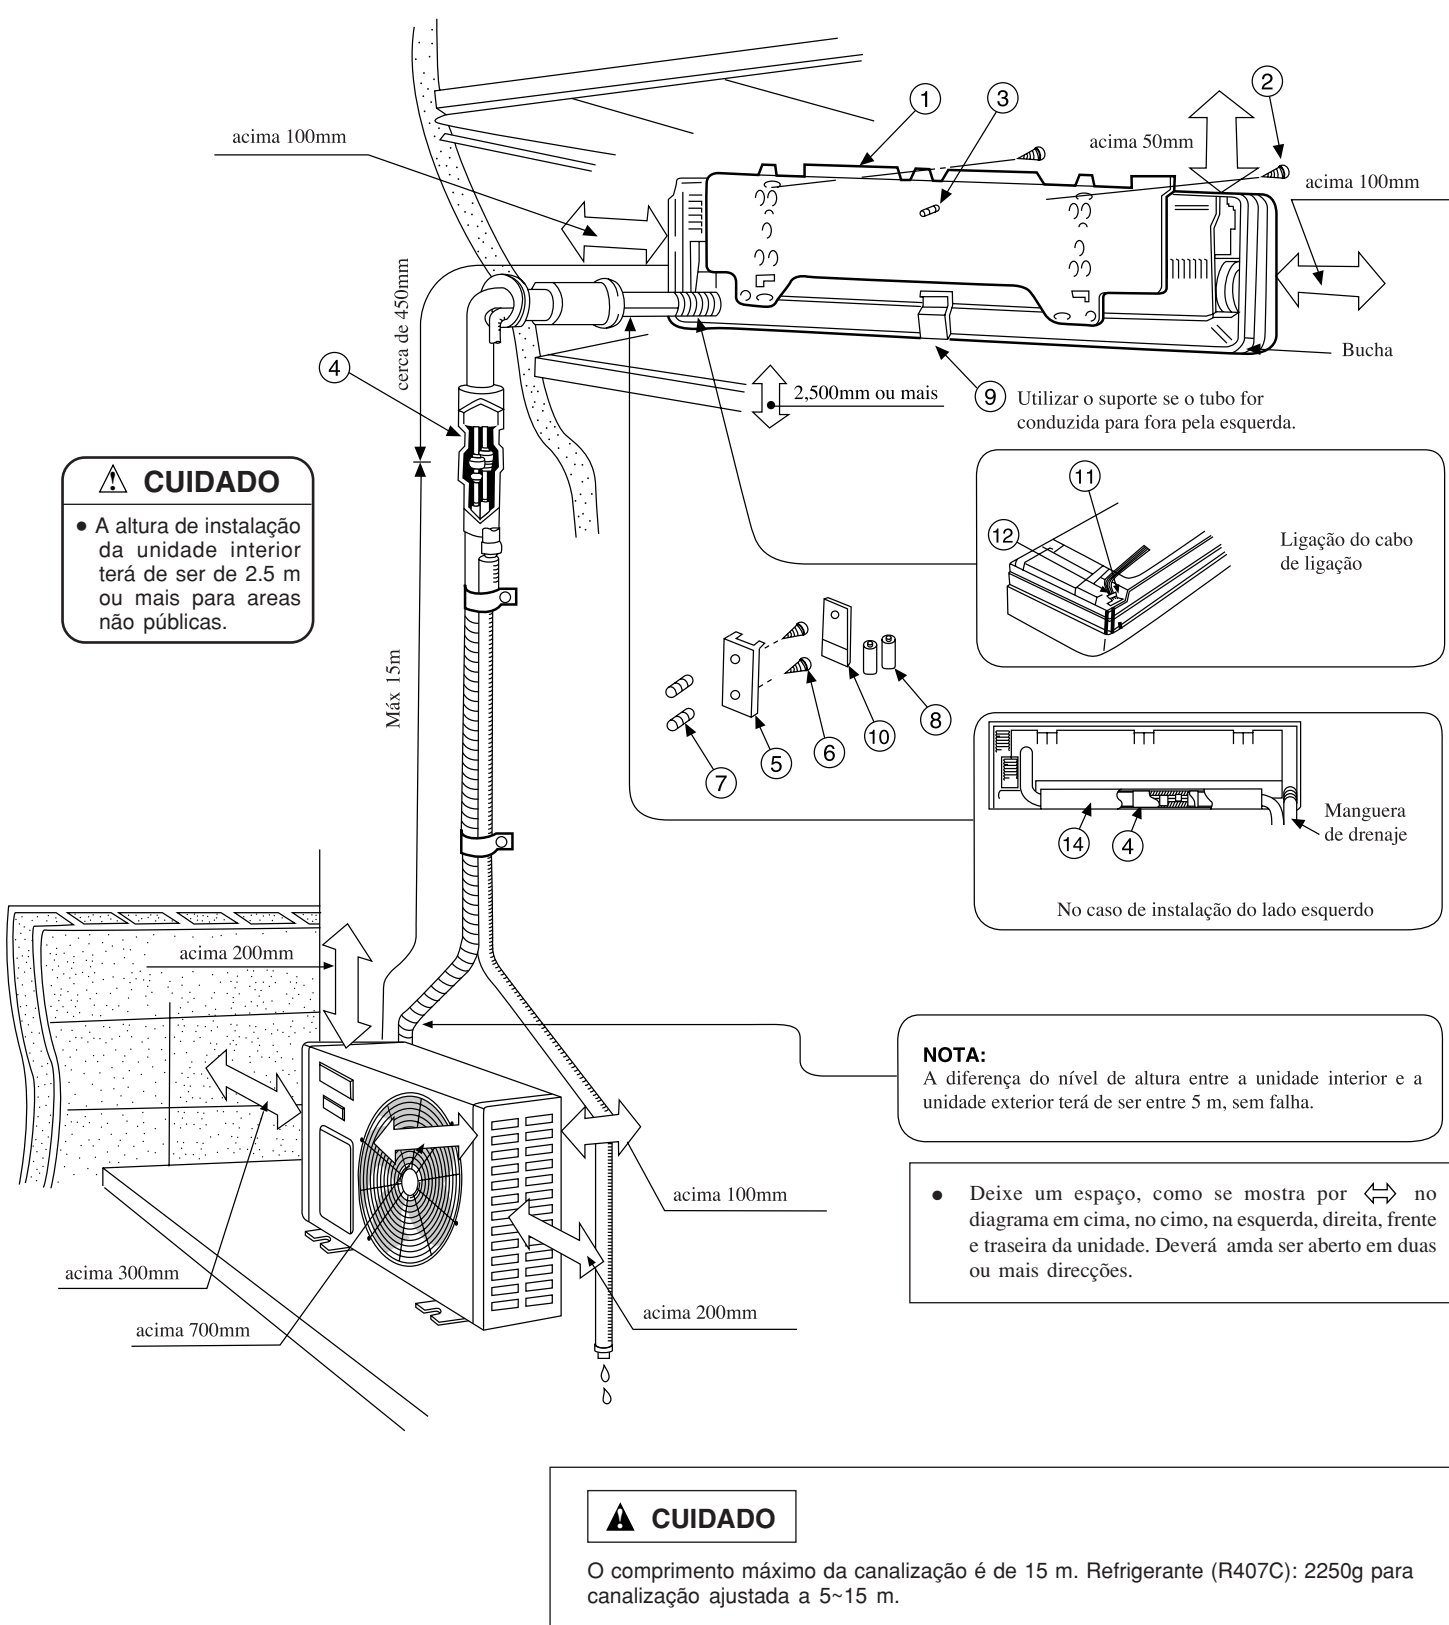

Fig. 2 Instalação - finalização
- Mantenha o espaço como exemplificado na Fig. 2.